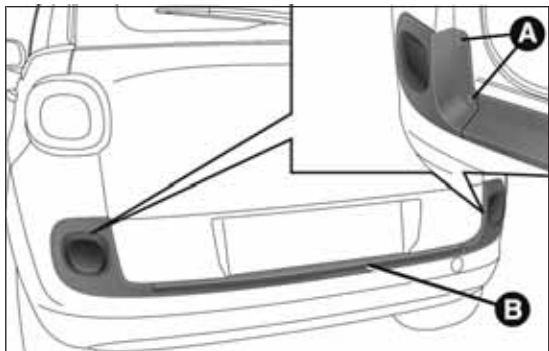

fig. 188
- ❑ abrir el maletero, quitar el marco embellecedor, aflojar los cuatro tornillos de fijación A fig. 188 y retirar el grupo óptico B;
- ❑ volver a montar correctamente el grupo óptico B fig. 188 apretando los cuatro tornillos de fijación A, a continuación cerrar el maletero.